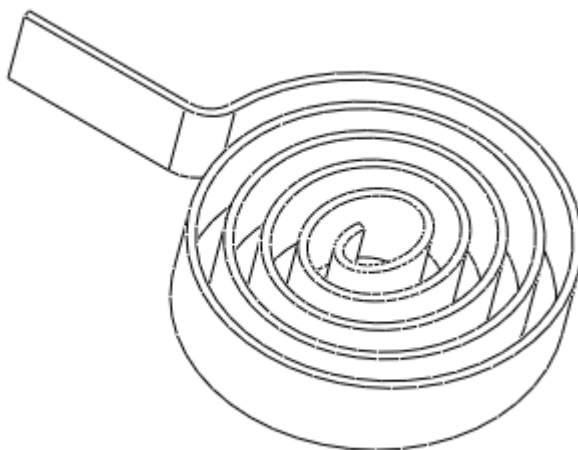

图 57-10
(6) 单击  ,完成草图绘制,单击【确定】按钮,完成扫描特征的建立,结果如图 57-10 所示。